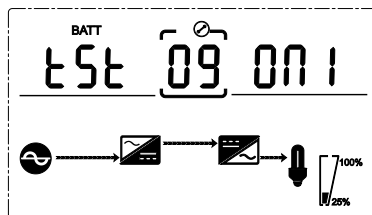

Fig. 4-22 Autotest ON1
- Selección **ON1**, el SAI puede pasar automáticamente al modo batería cada 30 días. Y el tiempo de autotest de la batería es de **10 segundos** (Fig. 4-22).